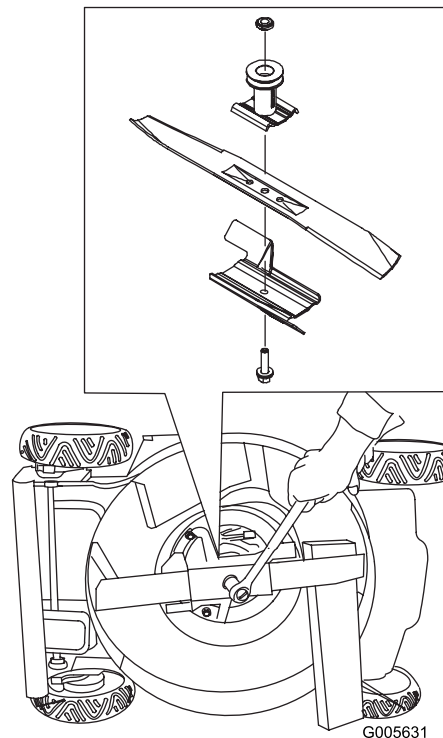

Figura 35
3. Usate un blocco di legno per tenere ferma la lama (Figura 35).
5. Montate la nuova lama usando la bulloneria di montaggio (Figura 35).